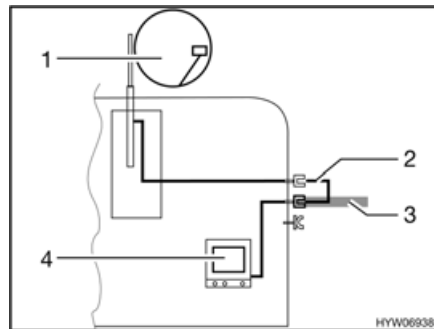

Bild 149 TV i fordonet
- TV i fordonet (Bild 149,4): Anslutning till takantenn (Bild 149,1) med anslutningskabel (Bild 149,2)
- TV i fordonet (Bild 149,4): Anslutning till extern antenn (Bild 149,3)